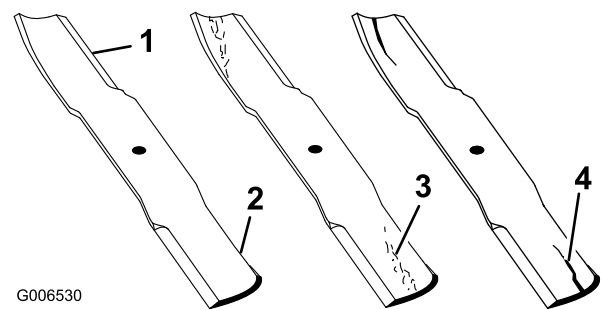

Figura 54
1. Controllate i taglienti (Figura 54). Se i taglienti non sono affilati o mostrano delle tacche, togliete le lame e affilatele. Vedere Affilatura delle lame.
2. Controllate le lame, in particolare l'area curva (Figura 54). In caso di danni, usura o scanalature nell'area (Figura 54), montate immediatamente una nuova lama.